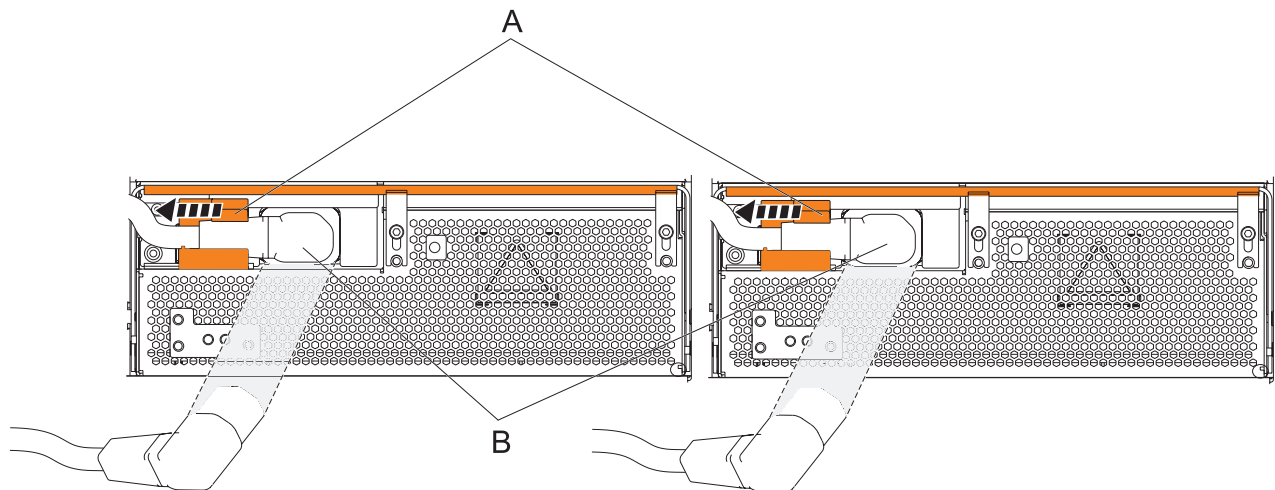

Figure 65. Débranchement des cordons d'alimentation des ensembles de conversion hors ligne
- a. Faites glisser vers la gauche les supports de cordon d'alimentation (**A**) situés A l'avant des deux ensembles de conversion hors ligne. Pour plus d'informations, voir figure 65, à la page 85.